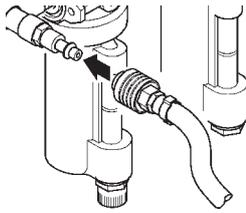

Fig. 12a
A. Connect the machine to the air supply (max. pressure of 12 bar - 170 psi) with a rubber hose able to withstand such pressure and having an internal diameter of 1/4" (8 mm) (Fig. 12a).
A. Raccorder la machine au réseau d'air comprimé (réglée à la pression max. de 12 bars - 170 psi) avec un tuyau en caoutchouc (à même de supporter cette pression et de 1/4" (8 mm) de diamètre intérieur (Fig. 12a).